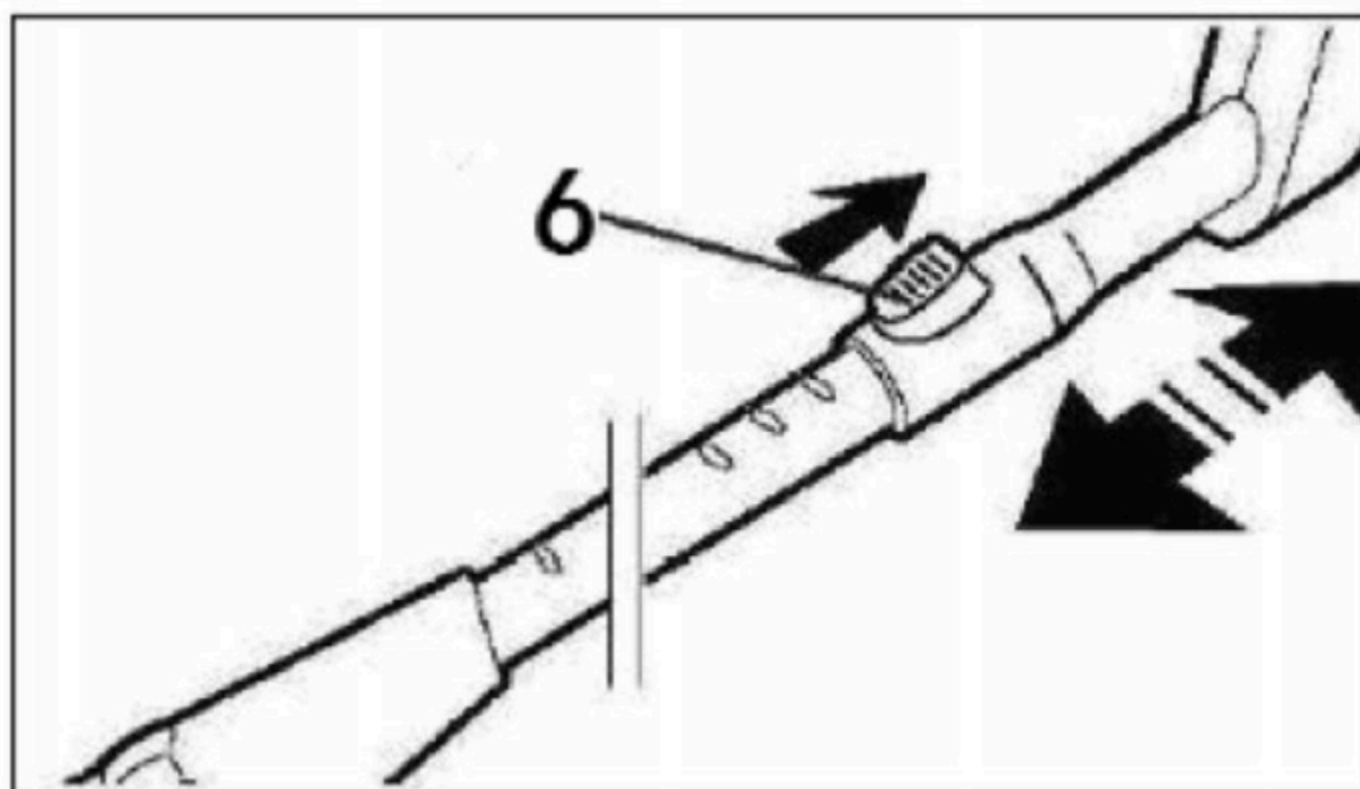

fig. 3
Apăsați și țineți apăsat butonul de blocare (6), eliberați butonul de blocare în acel moment, atunci când este instalat convenabil înălțime. (fig. 3).